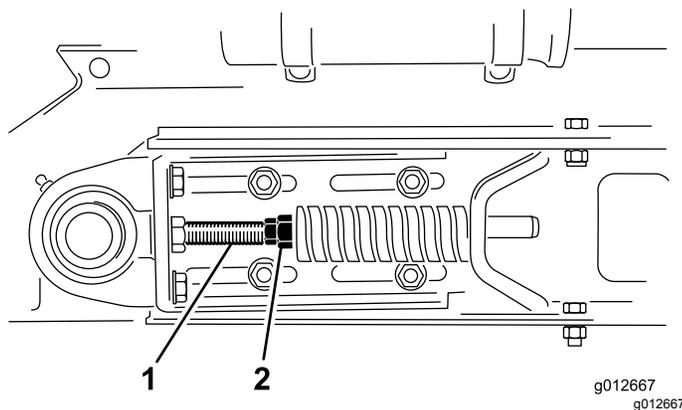

Figure 24
1. Desserrez les écrous de blocage avant et arrière sur la tige de tension pour détendre le ressort (Figure 24).